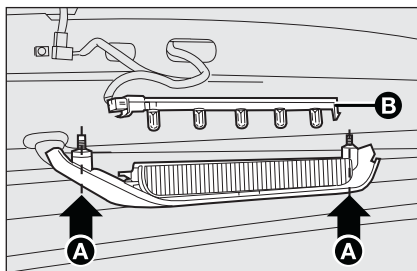

fig. 30
- ☐ desenroscar los dos tornillos de fijación **A**-fig. 30;